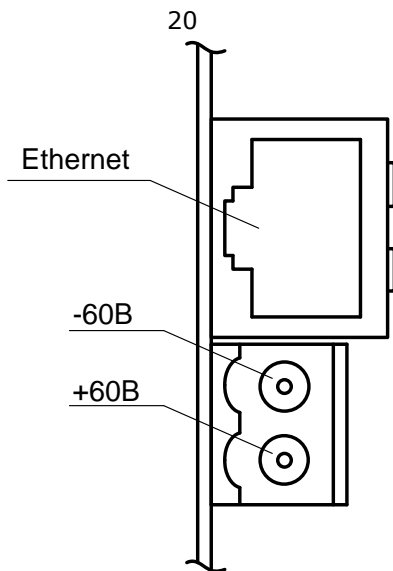
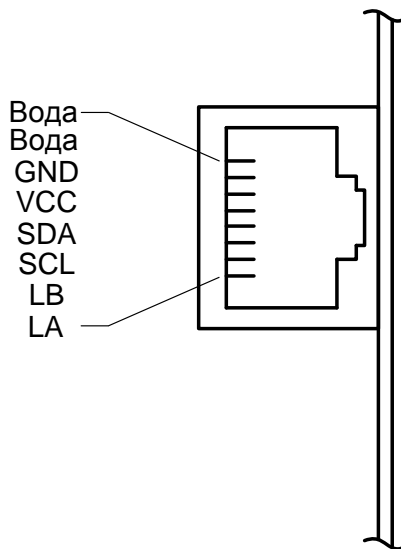
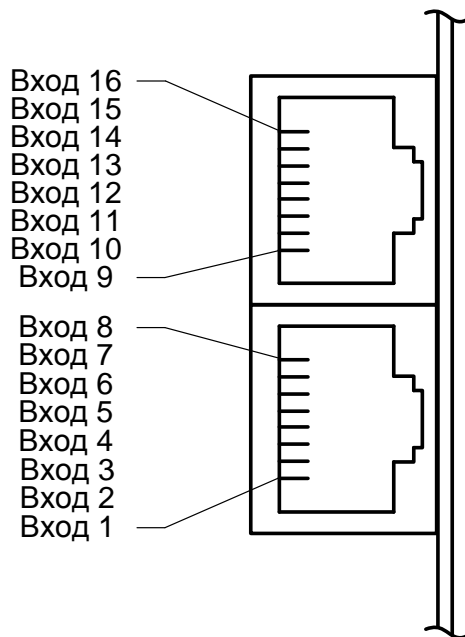
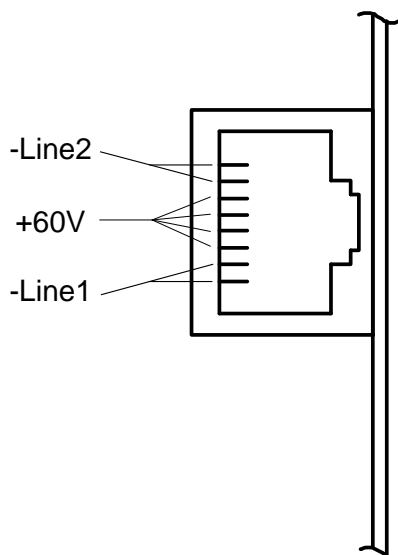

Рис. 19. Расположение и назначение контактов разъема питания БОКС и разъема для подключения сети Ethernet на модуле связи
Рис. 20. Расположение и назначение контактов разъема для внешних подключений на модуле связи
Рис. 21. Расположение и назначение контактов разъема для внешних подключений на модуле BM-16
Рис. 22. Расположение и назначение контактов разъема для внешних подключений на модуле BM-КАД
2. Выполните монтаж ответной части разъема питания БОКС (Рис. 19) и разъемов для внешних подключений модулей (Рис. 20, Рис. 21, Рис. 22).
3. Подключение по локальной сети Ethernet осуществляется с помощью стандартного разъёма RJ-45 (Рис. 19). Кабель может быть любого типа обжимки (компьютер – HUB/компьютер – компьютер). БОКС имеет функцию Auto MDI/MDIX (automatic MDI/MDI crossover) – автоопределение подключенного типа кабеля и устройства на другой стороне.